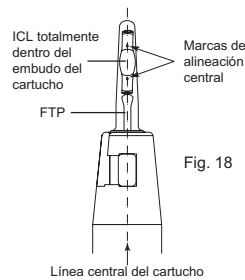

Fig. 18
3. Inspeccione la orientación de la lente bajo el microscopio quirúrgico. El cilindro transparente del cartucho permite identificar las marcas centrales situadas a cada lado de la zona óptica de la lente. Estas marcas deben ser visibles en la posición de las 12 en punto y estar en alineación recta hasta la parte inferior del eje del cartucho. (Si la alineación o la orientación no son correctas, la ICL o TICL puede quedar retorcida, lo que exigiría inyectarla en la bandeja del cartucho y volver a repetir todo el proceso de carga). (Fig. 18)